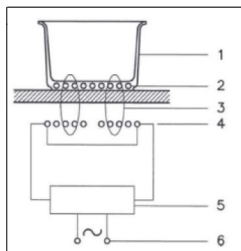

Fig.1 - Abb.1 - Afb. 1 - Рис. 1 - Rys. 1 - Kuva 1.- 图 1 - 1. ábra - Егк. 1.
**PRINCIPIOS DE FUNCIONAMIENTO (Fig. 1)**
(Fig. 1)